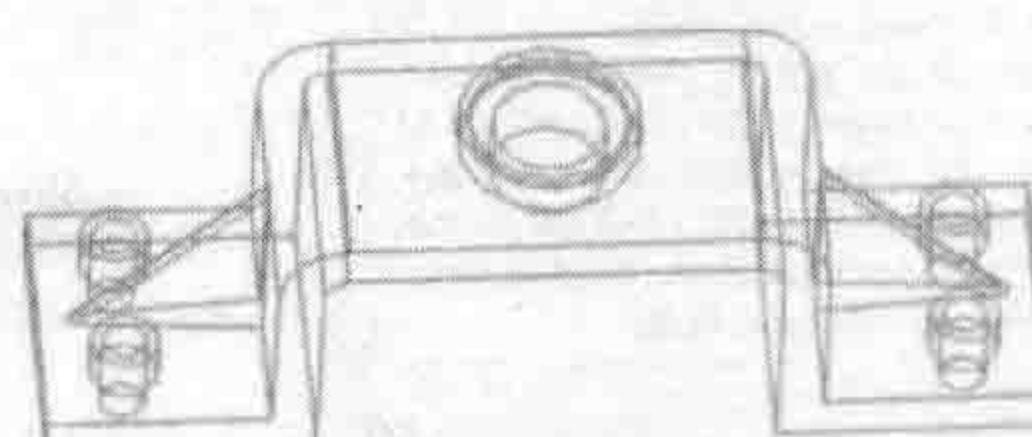

图 1-19 静态线框
- 【静态线框】：用边缘几何体渲染工作视图中的面（旋转视图后，必须用【更新显示】命令来校正隐藏边和轮廓线），如图 1-19 所示。